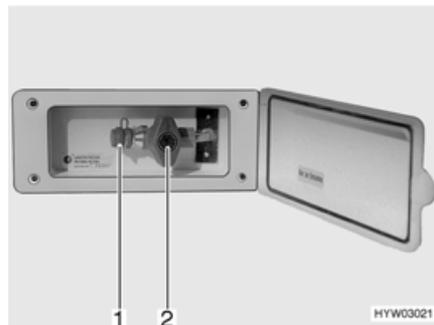

Fig. 130 Toma exterior de gas (válvula de paso de gas cerrada)
La toma externa de gas (Fig. 130) está, en función del modelo, en la parte trasera o en el lado izquierdo o derecho del vehículo.
- Conectar el aparato de gas externo en el punto de conexión (Fig. 130,1).
- Abrir la válvula de paso de gas (Fig. 130,2).